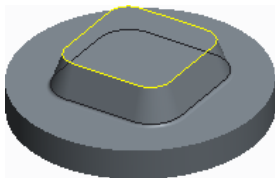

图 7.4.19 选取第二条切割线
Step9. 参照 Step7 和 Step8 的操作方法,添加第二条切割线,如图 7.4.19 所示。